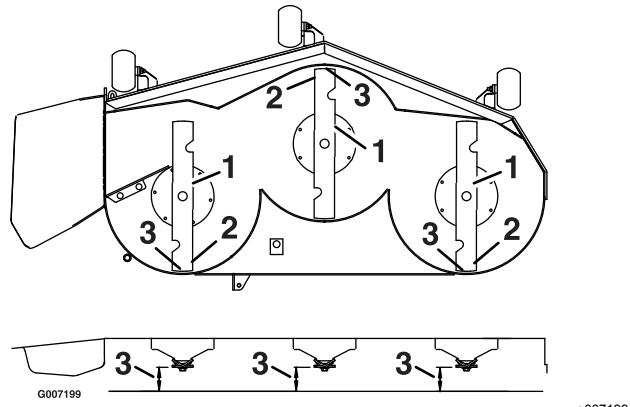

Figura 76
8. Compruebe la inclinación longitudinal de las cuchillas (Figura 76). Asegúrese de que la punta de la cuchilla delantera está más baja